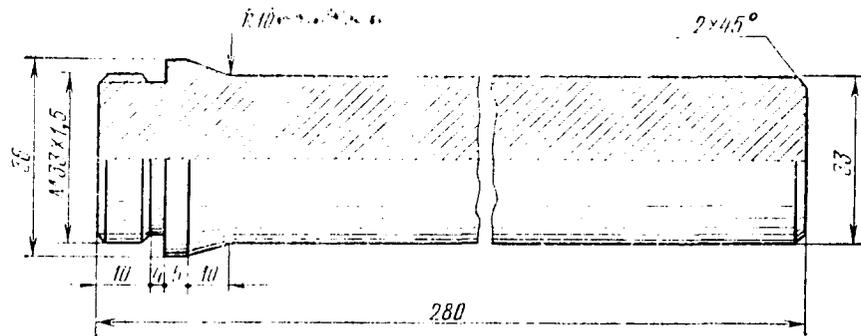

Рис. 19. Выколотка оси хвостового колеса (материал — сталь 45)
- 2.3. Навинтите специальную выколотку (рис. 19) вместо гайки и легкими ударами молотка по ней выбейте ось колеса. С противоположной стороны вилки приставьте массивную поддержку, чтобы не пружинила хвостовая опора самолета при выбивании оси колеса;